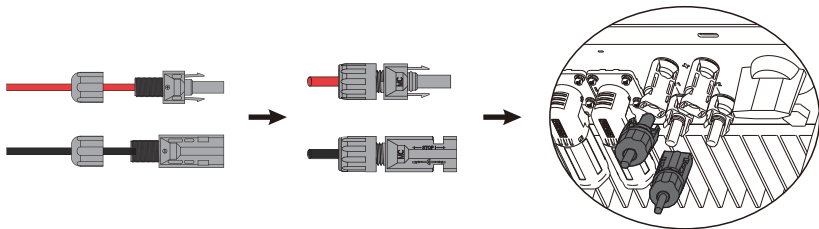

Figura 4.1-3 El enchufe FV está conectado al inversor
Paso 3. Enrosque la tuerca y enchúfela en el lado del inversor. Se escuchará un clic si los conectores se insertan correctamente en los enchufes FV. Véase la figura 4.1-3.